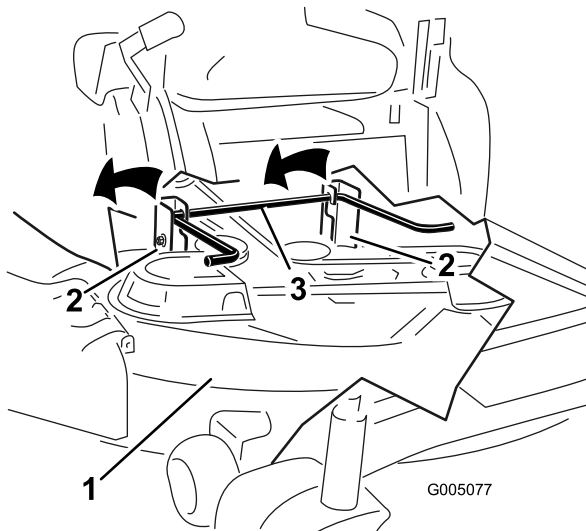

Figure 57
5. Soulevez l'arrière du tablier de coupe et guidez les supports sur la tige de levage arrière (Figure 57).
6. Soulevez et déposez le tablier de coupe et les supports de la tige de levage arrière et abaissez le tablier au sol avec précaution (Figure 57).